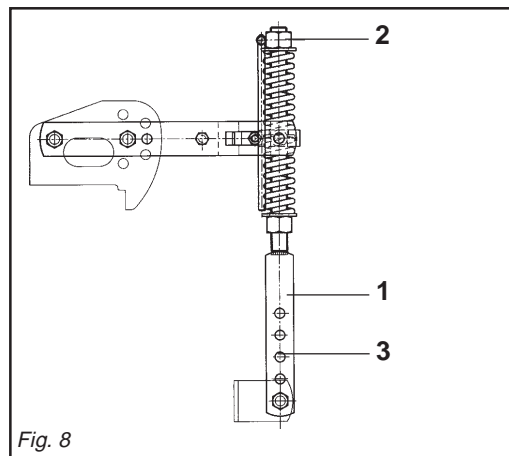

Fig. 8
- 6 - Il martinetto a molla (1 Fig. 8) oltre a sostenere la lamiera livellatrice ed ammortizzarla nel trasporto su strada, serve a evitare il ribaltamento della macchina durante il parcheggio. La regolazione del precarico sulla molla si effettua avvitando e svitando il dado superiore (2 Fig. 8), agendo con l'apposita leva. A seconda della posizione, determi-
- 6 - *Besides supporting the levelling plate and acting as a shock absorber for it during road transport, the spring ram (1 Fig. 8) prevents the machine from overturning when parking. To adjust the spring pre-loading, screw or unscrew the upper nut (2 Fig. 8) using the spring adjuster. The effect of the levelling plate on the soil can be increased or decreased*
- 6 - Die Federwinde (1 Abb. 8) trägt nicht nur das Planierschild und dient beim Straßen-transport zur Dämpfung von Stößen, sondern sie soll auch verhindern, daß die Maschine während des Parkens umkippt. Um die Feder zu verstellen, verschrauben oder aufschrauben Sie die obere Mutter mit dem Spindel.
- 6 - *Le vérin à ressort (1 Fig. 8) sert de soutien à la tôle de nivellement et de suspension pendant le transport sur route, pour éviter le basculement du cultivateur lors du stationnement. Pour régler la pression du ressort, vissez ou dévissez l'écrou supérieur avec la manivelle. L'effet de la tôle de nivellement sur le terrain peut être augmenté ou diminué*
- 6 - El gato de resorte (1 Fig. 8), además de sostener la chapa de nivelación y protegerla durante el transporte en carretera, sirve para evitar el vuelco de la máquina durante el estacionamiento. Por regular la presión sobre el resorte, atornillar o destornillar la tuerca superior con el gato. De acuerdo a la posición, determina-
nata del bullone (2 Fig. 8) sui vari fori posti nel martinetto (3 Fig. 8) si riesce ad aumentare o diminuire l'effetto della lamiera livellante sul terreno.
depending on the position, established by of the nut (2 Fig. 8) in the various holes in the ram (3 Fig. 8).
Je nach der Position, die durch der Mutter (2 Abb. 8) in den verschiedenen Löchern des Windenrohres (3 Abb. 8) festgelegt wird, kann die Wirkung des Planierschilds auf den Boden erhöht oder verringert werden.
en changeant la position du boulon (2 Fig. 8) dans les différents trous du vérin (3 Fig. 8).
da de la turca (2 Fig. 8) en los diversos orificios del gato (3 Fig. 8) se logra aumentar o disminuir el efecto de la chapa de nivelación sobre el terreno.